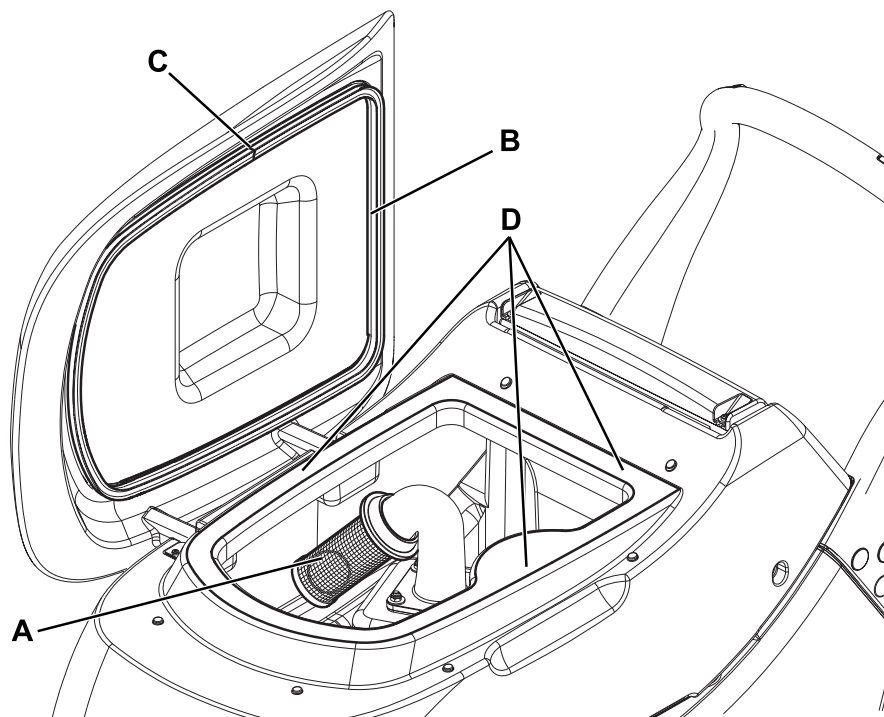

Figure 8
2. Contrôler que les interrupteurs (41 et 42) sont en position « 0 » et débrancher le connecteur de la batterie (8).
3. Vider l'eau des réservoirs (15 et 16) à l'aide du tuyau de vidange (11) et du tuyau (12).
4. Ouvrir le couvercle (17), nettoyer et laver à l'eau propre le couvercle, les réservoirs et la grille d'aspiration (30).
5. Si besoin est, dégager la grille (A, Fig. 8), puis la nettoyer avec soin et installer à nouveau.
6. Contrôler l'intégrité du joint d'étanchéité (B) du couvercle du réservoir de l'eau de récupération.